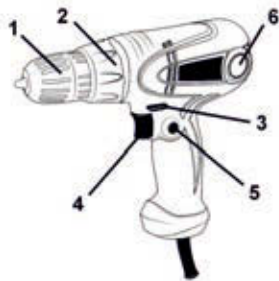

Рис. 1
5.1 Установите необходимый крутящий момент с помощью кольца регулятора момента затяжки (2) (см. рисунок 1).
5.3 Для включения изделия нажмите на курок выключателя (4) (рисунок 1). Для отключения изделия следует курок отпустить. Регулировка скорости вращения патрона осуществляется степенью нажатия на клавишу выключателя.